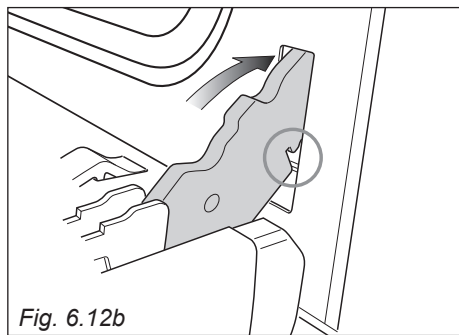

Fig. 6.12b
2. Inserire i ganci delle cerniere (destra e sinistra) nel loro alloggiamento; assicurarsi che l'incavo entri nell'apposito alloggiamento (fig. 6.12b).